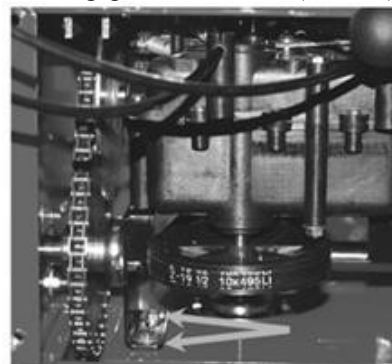

Abb.10
2. Die zwei Schrauben der Halterung des Untersetzungsgetriebes lockern (Abb. 10):